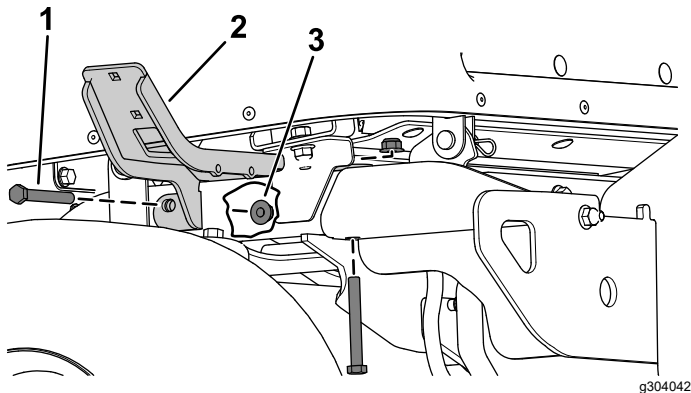

Figura 22
2. Fije el bastidor izquierdo y el bastidor derecho a los tubos del bastidor trasero con 2 pernos de cabeza hexagonal ($\frac{3}{8}$ " x $2\frac{3}{4}$ ") y 2 contratuercas ($\frac{3}{8}$ ") a cada lado (Figura 22).